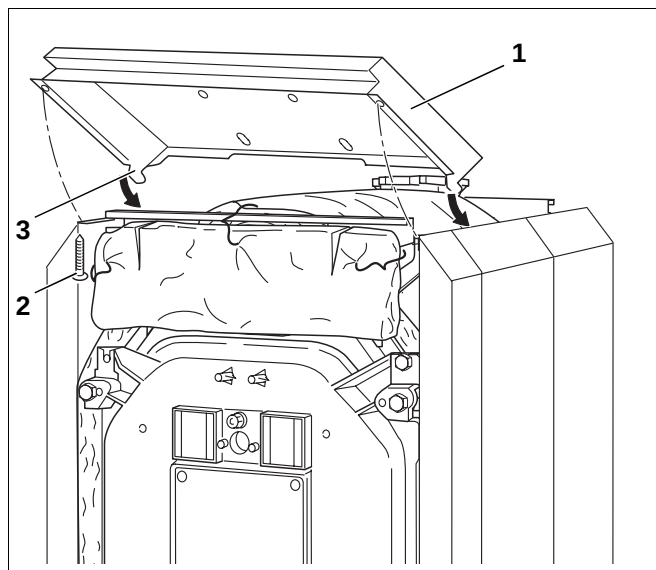

Fig. 51 Montage – fremre topplate
- Heng de to hakene (fig. 51, **pos. 3**) på den fremre topplaten (fig. 51, **pos. 1**) på de fremre sideveggene.
- Skru den fremre topplaten nedenfra sammen med de langsgående skinnene ved hjelp av to metallskruer (fig. 51, **pos. 2**).